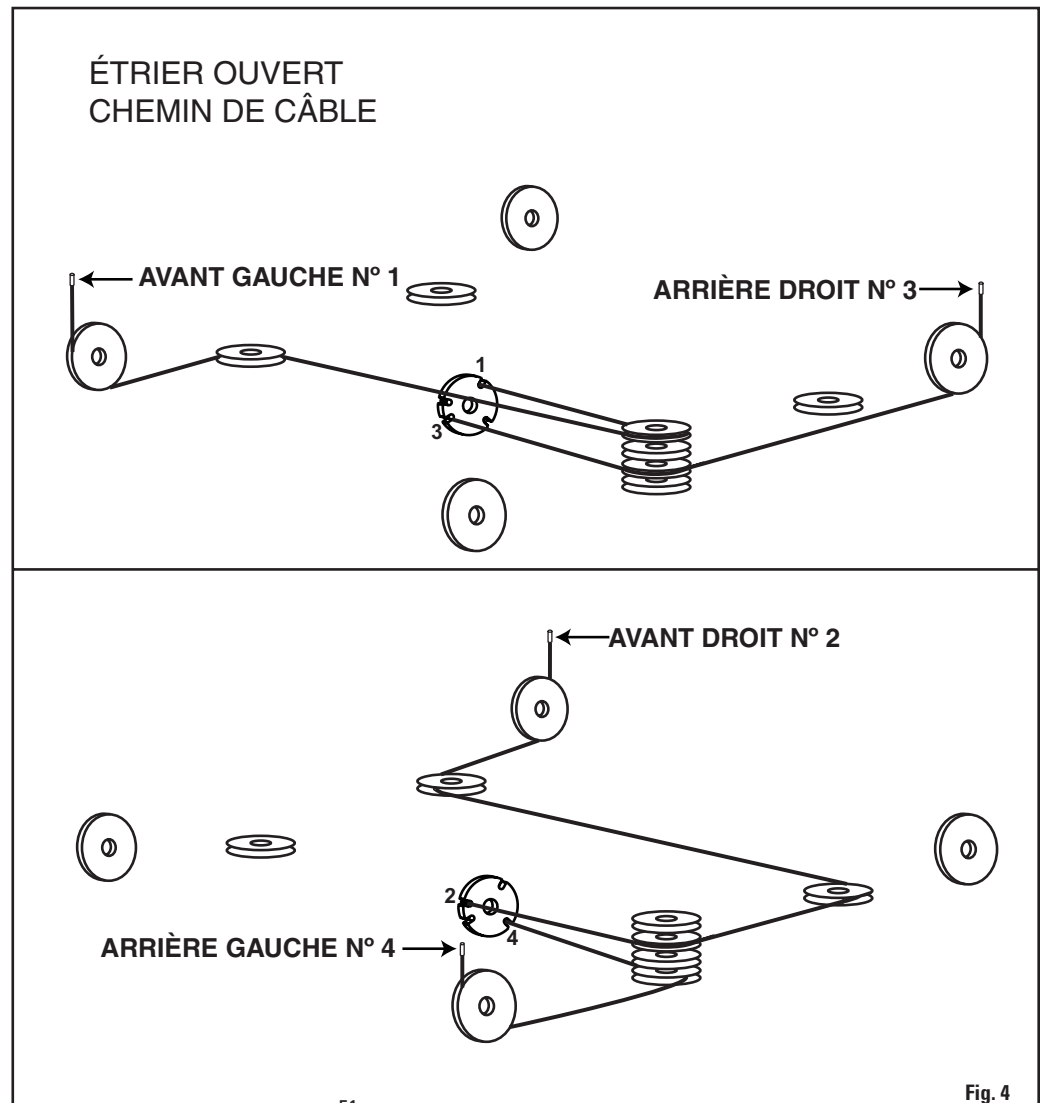

Fig. 4
- F. **IMPORTANT** S'assurer que le câble est isolé dans la gorge de la poulie. Fixer chaque câble à la plaque supérieure de la colonne à l'aide d'une rondelle, d'un écrou et d'un contre-écrou, Fig. 9. Installer une garde en plastique sur la poulie à chaque extrémité de l'étrier. Le schéma de cordage illustre une vue de cordage une fois complété, Fig. 4.